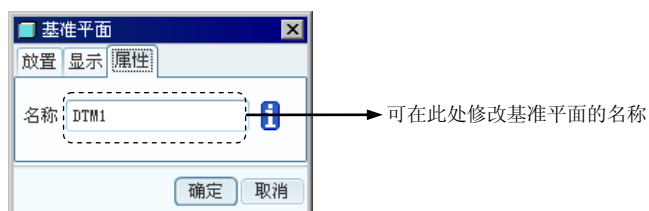

图 5.19.4 修改基准平面的名称
Step4. 修改基准平面的名称。如图 5.19.4 所示，可在“属性”选项卡的名称文本框中输入新的名称。